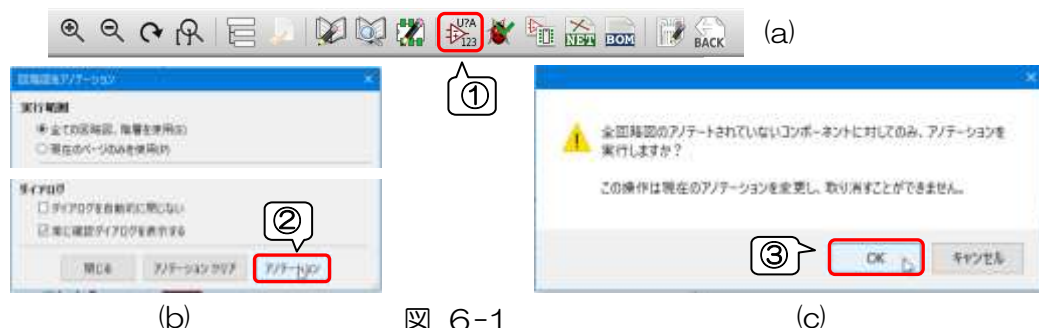

図 6-1
- ① 上ツールバー  「回路図の部品をアノテーション」をクリックします。図 6-1-(a)
- ② 「回路のアノテーション」ダイアログの[アノテーション]をクリックします。図 6-1-(b)
- ③ 警告ダイアログの[OK]をクリックします。図 6-1-(c)